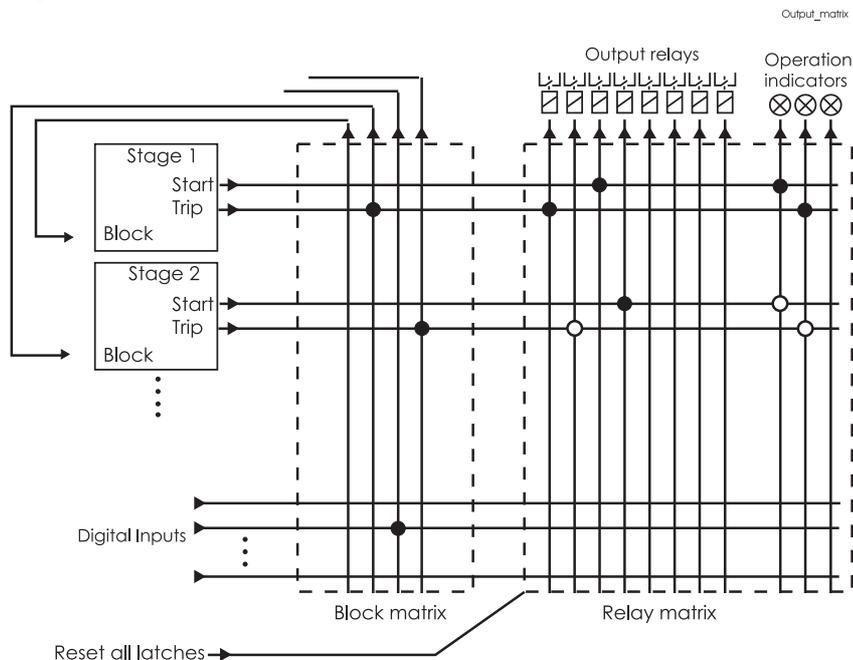

Figure 5.5-1 Blocking matrix and output matrix
Au moyen de la matrice de blocage, le fonctionnement de tout niveau de protection peut être bloqué. Le signal de blocage peut provenir des entrées numériques DI1 à DI6 (20)\* ou peut être un signal de démarrage ou de déclenchement d'un niveau de protection ou un signal de sortie de la logique programmable de l'utilisateur. Dans la matrice de blocage de la Figure 5.5-1, un blocage actif est indiqué par un point noir (•) à l'intersection d'un signal de blocage et du signal à bloquer.